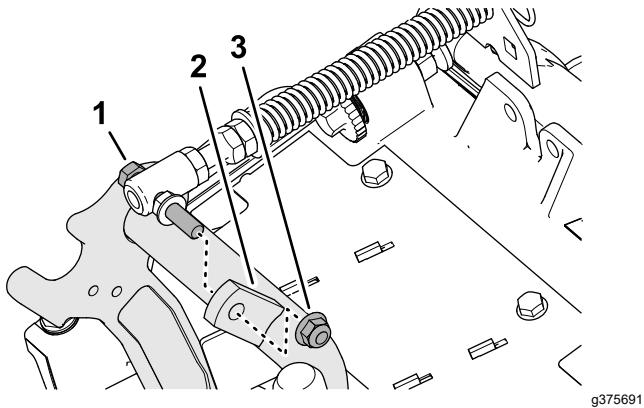

Figure 8
3. Retirez le contre-écrou à embase ($\frac{5}{8}$ po) qui fixe la vis du ressort de compensation sur la patte droite du bâti porteur, et retirez le ressort de compensation de l'unité de coupe (Figure 8).